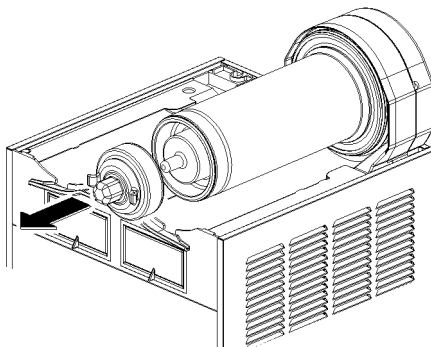

Bild 10
3 Zuerst die äußere (3) und dann die innere Schnecke (Bild 10) aus dem Magnetantrieb.